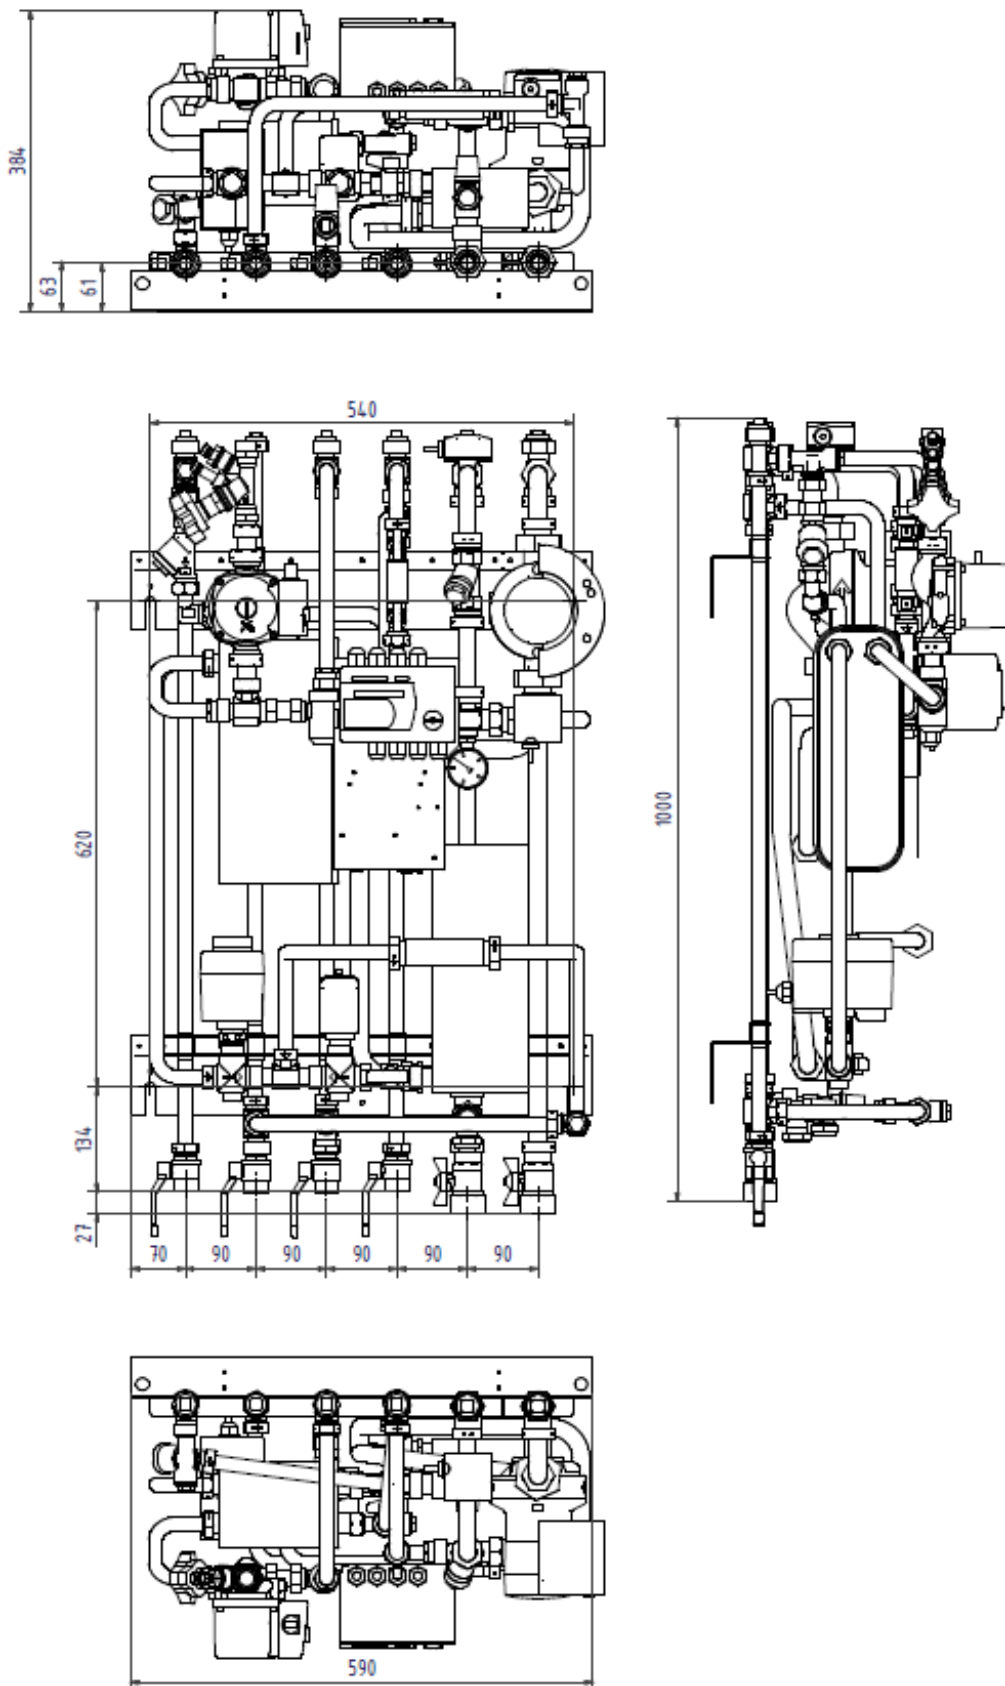

Bild 3
- Montera fjärrvärmecentralen på en vägg med fyra skruvar eller bultar som är anpassade för väggmaterialet och enhetens vikt. Enheten kan monteras på valfri höjd på väggen, men ett avstånd på 1500 – 1800 mm från golvet till centrum till övre konsolen kan användas som ett riktmärke. Hålbilden för skruvarna/bultarna samt röranslutningarnas mått visas i Bild 3.